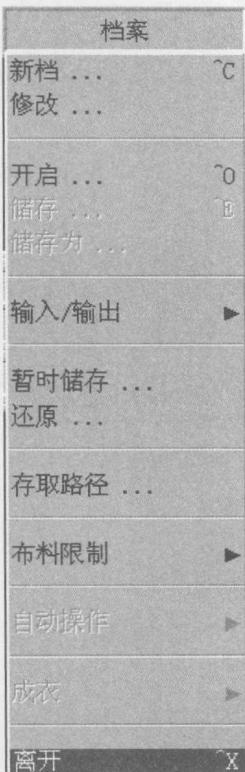

图 1-9
(1) 【档案】建立新档、修改或打开已有档案文件，设置存取路径以及存取文件，如图 1-9 所示。